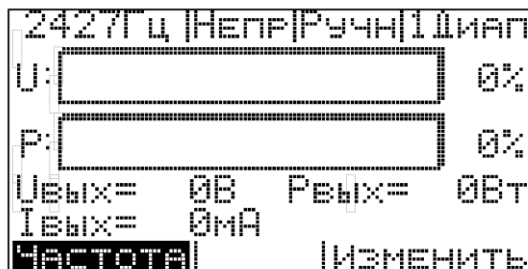

рис. 3
Перед началом работы с генератором необходимо произвести настройку режимов работы. Главное меню изображено на рис. 3.
Управление прибором осуществляется с помощью двух кнопок "Установка режимов" (6), при этом левая кнопка отвечает за изменение параметра в строке "редактирование" в левой части экрана, а правая кнопка отвечает за редактирование выбранного параметра ("Изменить" в правой части экрана). Активный пункт меню выделяется в инверсном виде (см. параметр "Частота" на рис. 3).